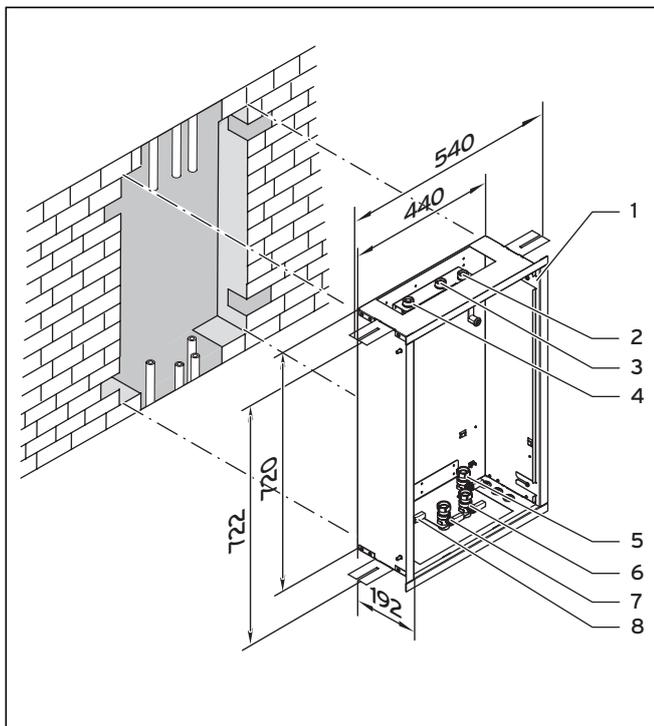
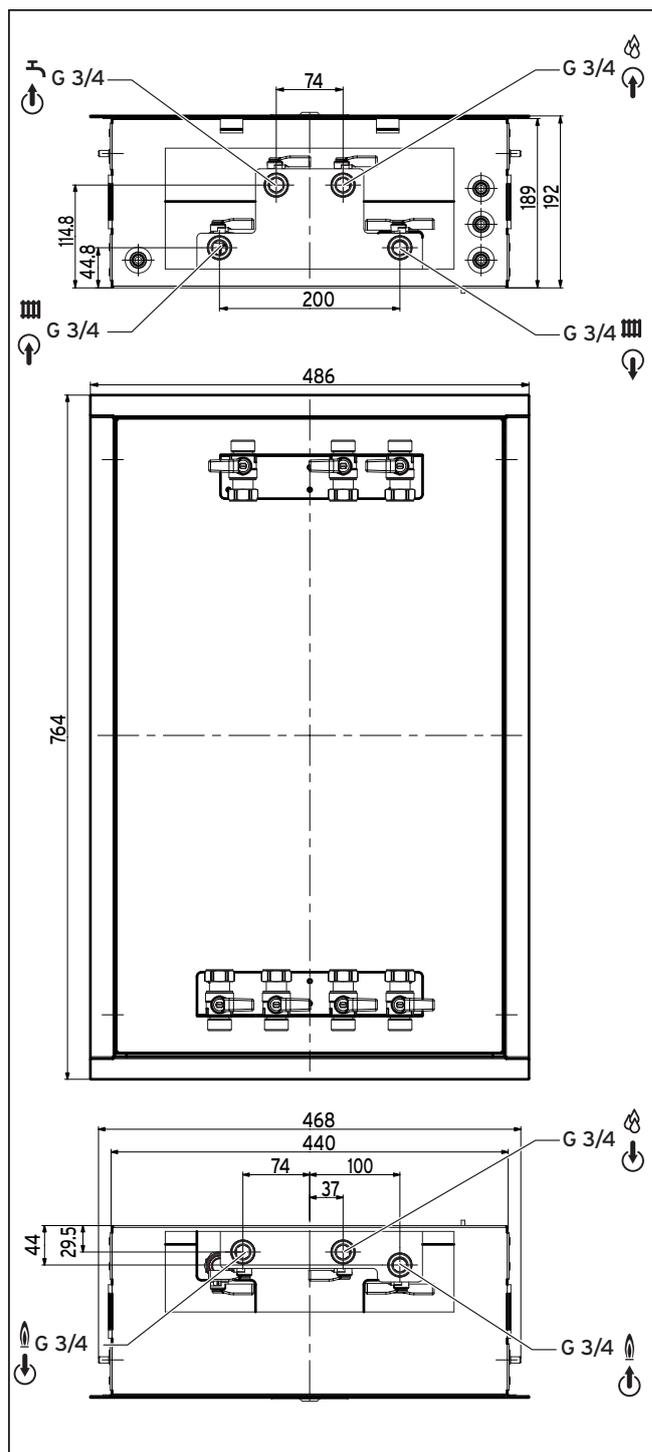

Abb. 4.3 Maße Einbaurahmen VSW 15-35 I (in mm)
Abb. 4.4 Anschlussmaße uniSAT VSW 15-35 I (in mm)
- Erstellen Sie eine Maueröffnung entsprechend den angegebenen Maßen (Abb. 4.3).
- Bohren Sie in das Mauerwerk Löcher für die Befestigungsschrauben entsprechend den angegebenen Maßen (Abb. 4.3).
- Klappen Sie die Befestigungslaschen (1) der Geräte-Verkleidungstür aus.
- Prüfen Sie die richtige Position der Absperrhähne entsprechend den angegebenen Maßen (Abb. 4.4)!